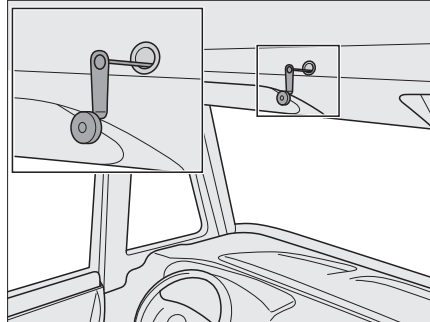

Bild 137 Notbedienung für elektrisches Hubbett
- ▷ Bei Stromausfall kann das elektrische Hubbett auch mit einer Notkurbel (Bild 137) bedient werden. Diese befindet sich in der Küchenzeile.